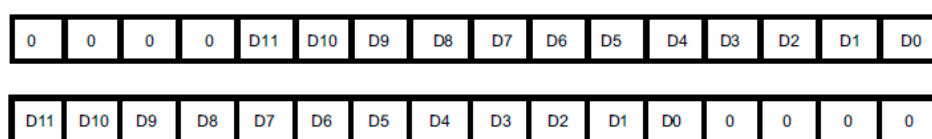

Figura 7 – Alinhamento dos dados armazenados em DR: à direita (imagem superior); à esquerda (imagem inferior).
O software pode modificar a resolução da conversão escrevendo nos bits RES[1:0] do registrador CR1, entretanto, o registrador do resultado da conversão (DR) tem, em todo caso, 16 bits válidos. O bit ALIGN no registrador CR2 seleciona o alinhamento dos dados armazenados após a conversão. Os dados em DR podem ser alinhados à direita ou à esquerda, como mostrado na Figura 7. Apenas doze bits, no máximo, são significativos.